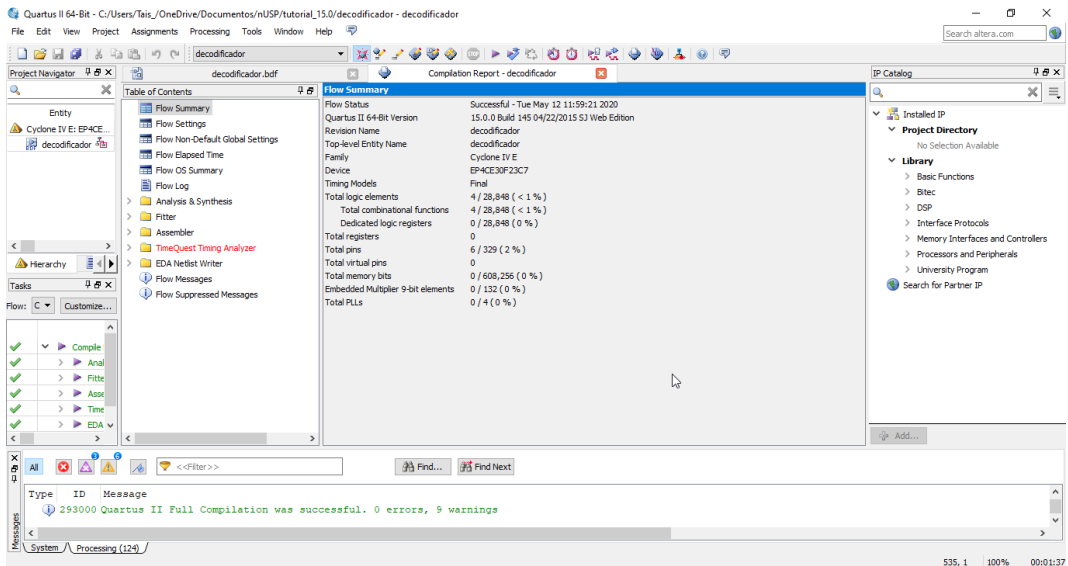
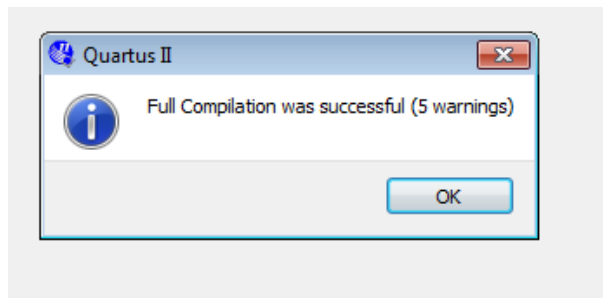

Figura 29: Tela gerada pela compilação de um projeto
Figura 30: Janela de compilação mostrando mensagem de compilação concluída
2. Durante a Compilação, aparecem mensagens de toda a compilação numa janela de Mensagens (Figura 29). É possível selecionar uma mensagem e localizar sua fonte no arquivo de projeto ou outro arquivo. Durante a Compilação, aparece uma tela com as informações sobre o projeto, (Figura 29), como dispositivo usado, família do dispositivo, número de blocos lógicos utilizados no dispositivo, número de pinos usados, etc. Aparece mensagem de compilação concluída, (Full Compilation was successfull) como mostra a Figura 30 se tudo estiver correto. Caso tenha algum erro, a compilação não será concluída e aparece a mensagem “Full Compilation was NOT successfull”. As mensagens sobre os erros da compilação são apresentadas numa janela de Mensagens. Caso essa janela não esteja visível, selecione na barra de ferramentas do quartus a opção VIEW/UTILITY WINDOWS/MESSAGES. É possível selecionar uma mensagem e localizar sua fonte no arquivo de projeto.